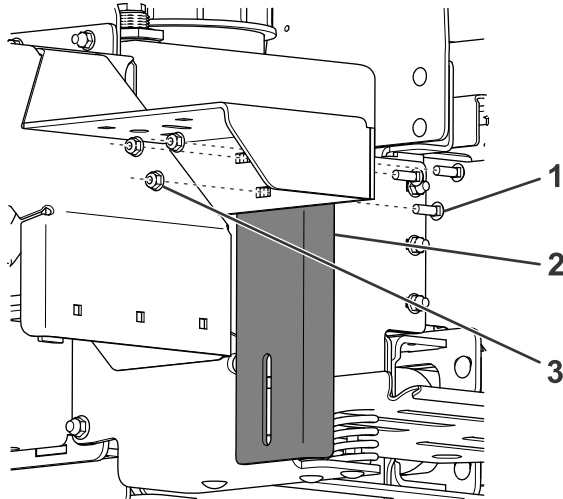

Figure 3
7. Fixez le haut du support vertical gauche au support de bac à l'aide de 3 boulons (5/16 po) et écrous à embase (Figure 3).